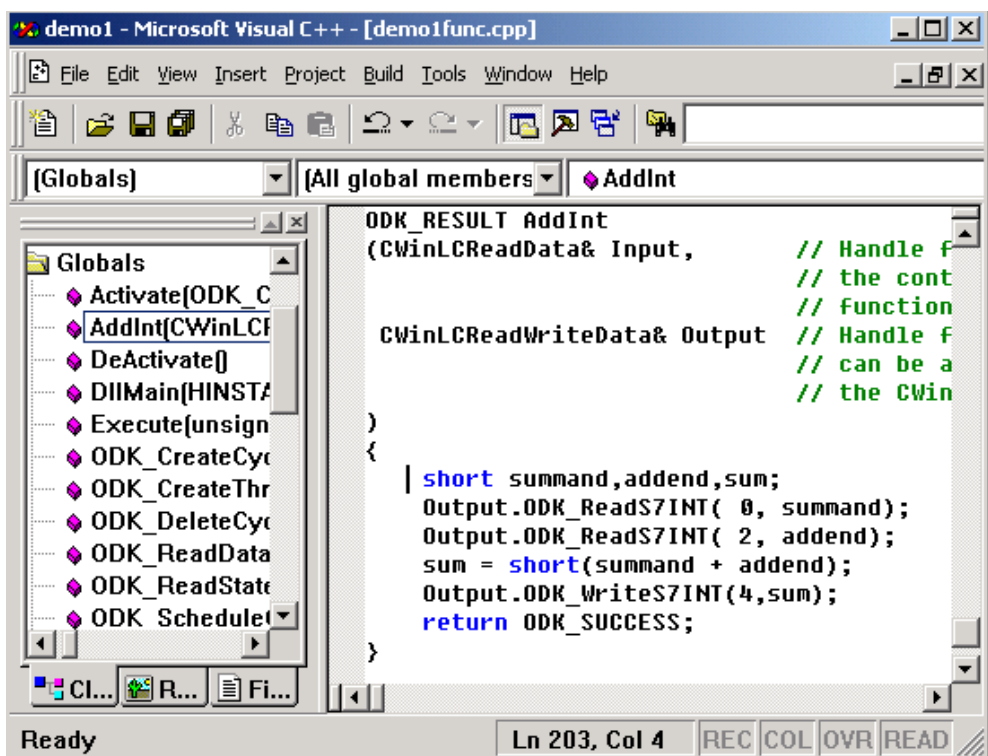
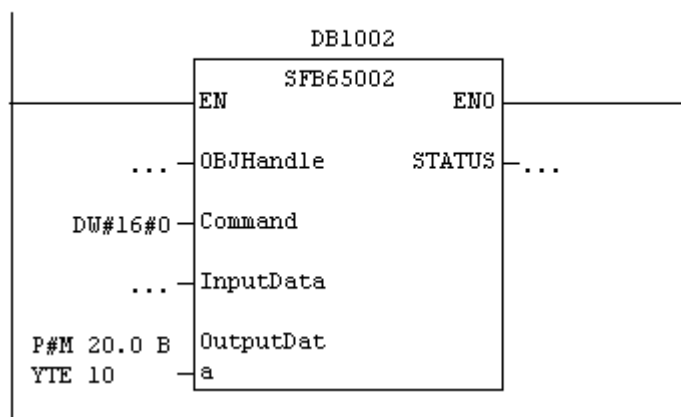

图 5.3 在 Visual C++ 中编写的相加函数
图 5.6 调用动态库中的函数
6. 在 Visual C++ 6.0 中打开刚才创建的工程，找到在第二步中添加的“AddInt”函数，如果工程名为 demo1，“AddInt”在 demo1func.cpp 文件中。在此函数体中输入如图 5.3 所示的代码。
9. 编辑组织块 OB1，增加如图 5.6 所示的一条语句，调用 SFB65002。
Input 和 Output 为与 C 代码进行数据交换的输入/输出缓冲区，这里的 Input 即对应图 5.3 中的 Input，Output 对应图 5.3 中的 Output。Input 和 Output 为 Step7 的“ANY”数据类型，指明数据区的起始地址和长度。在图 5.6 中 Output 指明为从 m20.0 开始，占用十个字节长度，即输出缓冲区为 mw20–mw28，输入缓冲区没有指定。